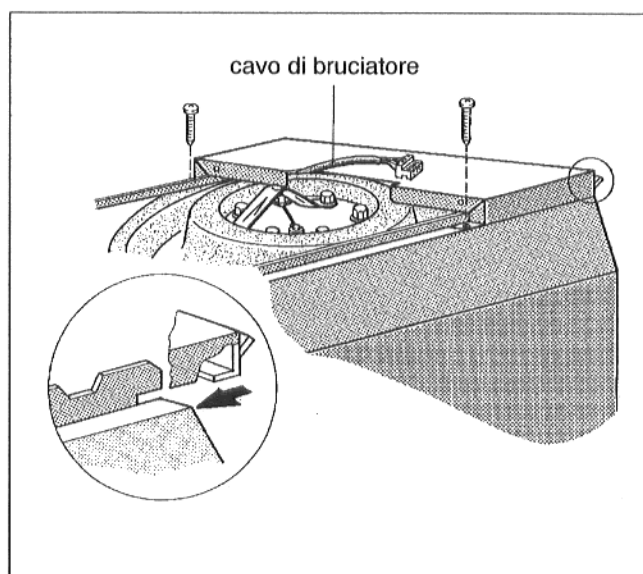

Fig. 12
- Fissare la copertura della caldaia con due viti autofilettanti (Fig. 12).
- Far passare il cavo del bruciatore attraverso la fessura della copertura della caldaia (Fig. 12).